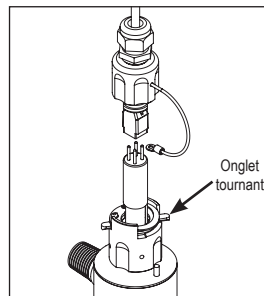
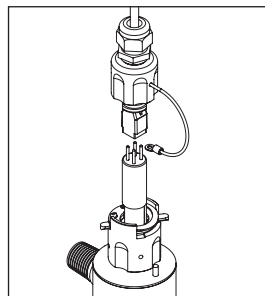
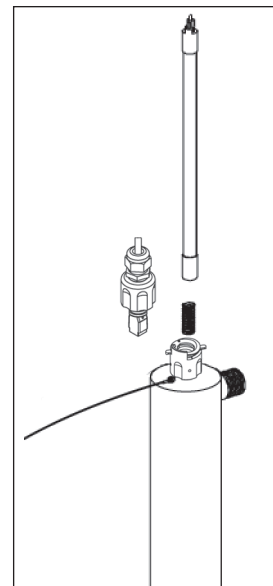
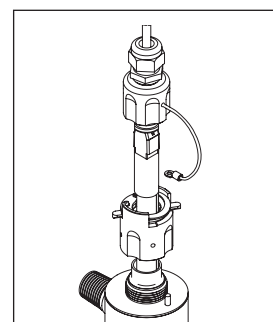

Figure 2A
Figure 2B
Figure 2C
Figure 2D
2. Débranchez l'alimentation électrique et laissez à l'appareil 30 secondes pour s'arrêter. Retirez la connexion de la lampe en tournant l'onglet de l'écrou de presse-garniture (figure 2A). Retirez la connexion et la lampe de la chambre à réaction. Séparez la lampe de sa connexion (figure 2B). Ne tournez pas la lampe en la retirant de la connexion; faites simplement les tirer à part. Évitez de toucher la partie en verre de la lampe. Il est mieux de manipuler la lampe par les bouts en céramique. Cependant, si vous devez toucher le verre de la lampe, servez-vous de gants ou d'un linge doux. Retirez la lampe complètement de la chambre à réaction, en faisant attention de la tenir bien droite à mesure qu'elle sort de la chambre. Si la lampe est retirée sur un angle, cela appliquera de la pression sur l'intérieur de la chemise en quartz et y causera une fracture.
3. Pour installer une nouvelle lampe, retirez premièrement la lampe de son emballage de protection, encore une fois en prenant soin de ne pas toucher le verre de la lampe. Insérez soigneusement la lampe dans le vaisseau du réacteur (dans la chemise même) (figure 2C). Insérez la lampe complètement dans la chambre en laissant environ deux pouces de la lampe ressortie de la chambre. Ensuite, branchez la connexion à la lampe UV (figure 2B). La lampe n'est pas clavetée donc il est important d'assurer que les fils de la lampe n'interfèrent pas avec la détection de la sonde UV puisque cela pourrait causer des alarmes de faible intensité UV sur les modèles UVSS-M. Les deux fils devraient être orientés de sorte qu'ils demeurent le plus au loin possible du port de la sonde. Assurez-vous que la connexion repose solidement sur la lampe UV (figure 2D).